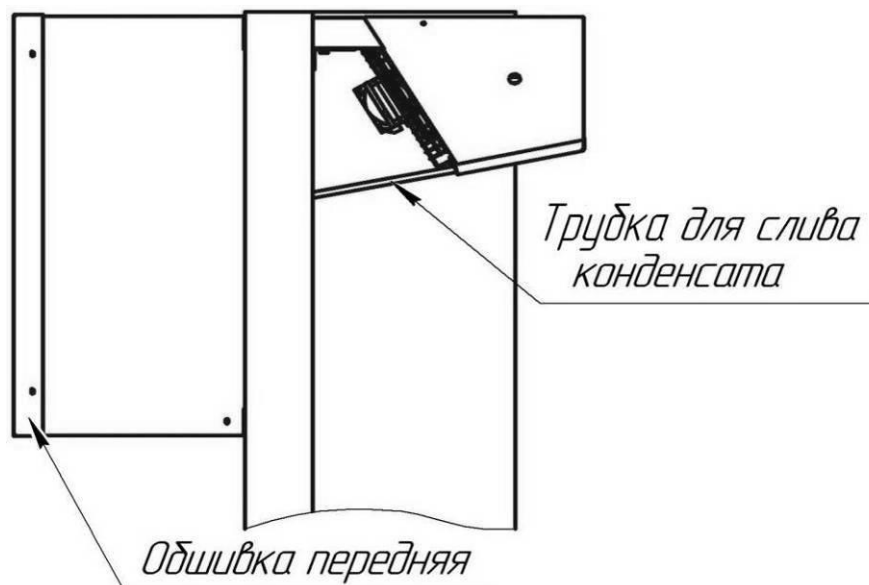

Рис. 3. Установка сливной трубки.
5. 7. Установку сливной трубки производить, предварительно сняв переднюю обшивку (см. рис. 3). Один конец трубки вставить в патрубок поддона испарителя, другой – протянуть через отверстие камеры и опустить в ванну выпаривания конденсата. Внутри компрессорно-конденсаторной части трубку прокладывать, исключив её перегиб. Установить переднюю обшивку на место.